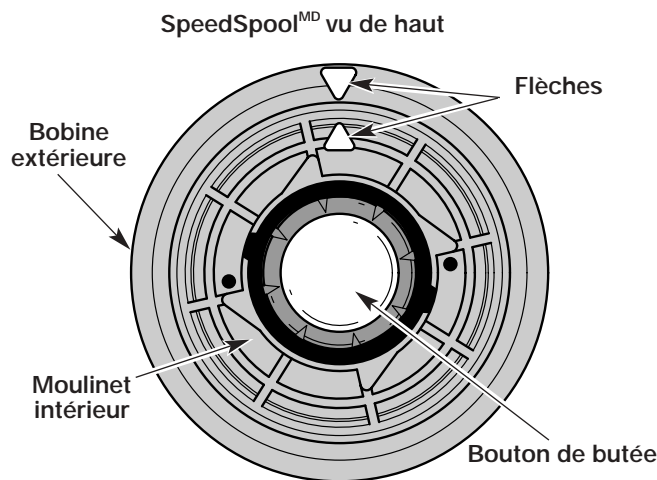

Fig. 16
2. Alignez la flèche du moulinet intérieur avec celle de la bobine extérieure (Fig. 16).